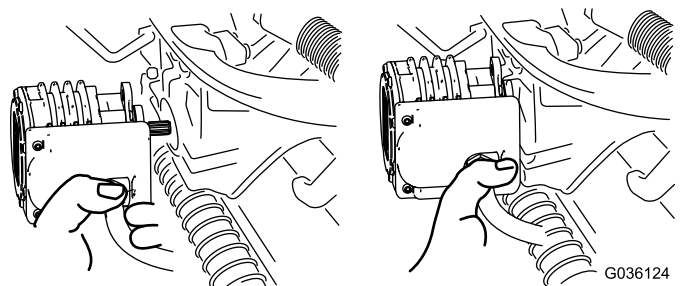

図 49
4. 外したモータは、サスペンションアームの前部にある一時保管位置にセットしておく **図 49**。